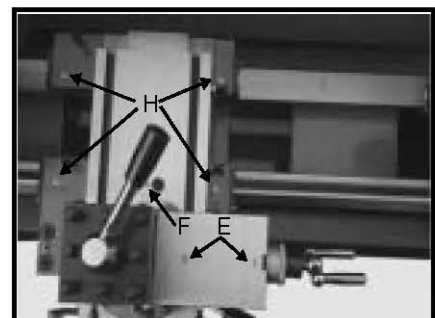
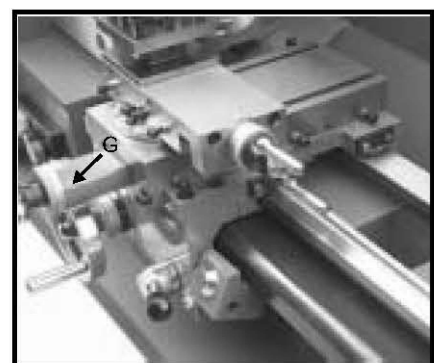

Fig. 6
Fig. 7
3. Översläde – Smörj två oljekoppar (E, Fig. 6) dagligen.
4. Tvärslid – Smörj en oljekopp (F, Fig. 6) och en (G, Fig. 7) dagligen.
5. Support – Smörj fyra oljekoppar (H, Fig. 6) dagligen.